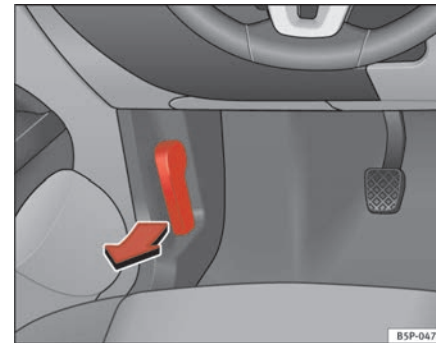

Abb. 136 Ausschnitt aus dem Fußraum auf der Fahrerseite: Entriegelungshebel für die Motorraumklappe
- Ziehen Sie den Hebel unter der Instrumententafel ⇒ **Abb. 136** in Pfeilrichtung. Die Motorraumklappe wird durch Federwirkung entriegelt ⇒ .